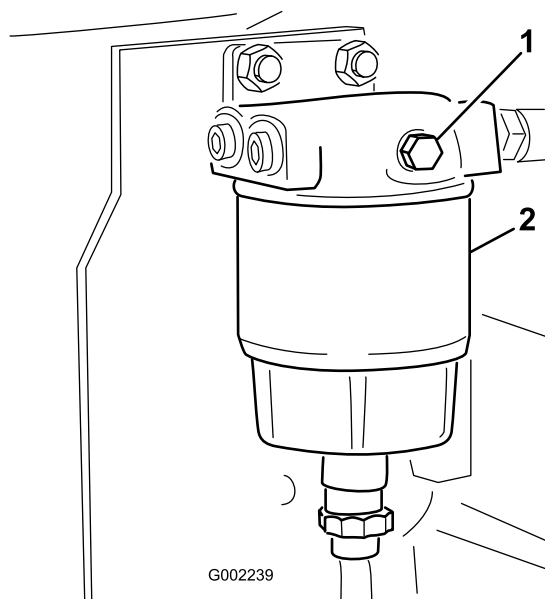

図 43
3. 燃料タンクのキャップの周囲をきれいに拭く (図 43)。